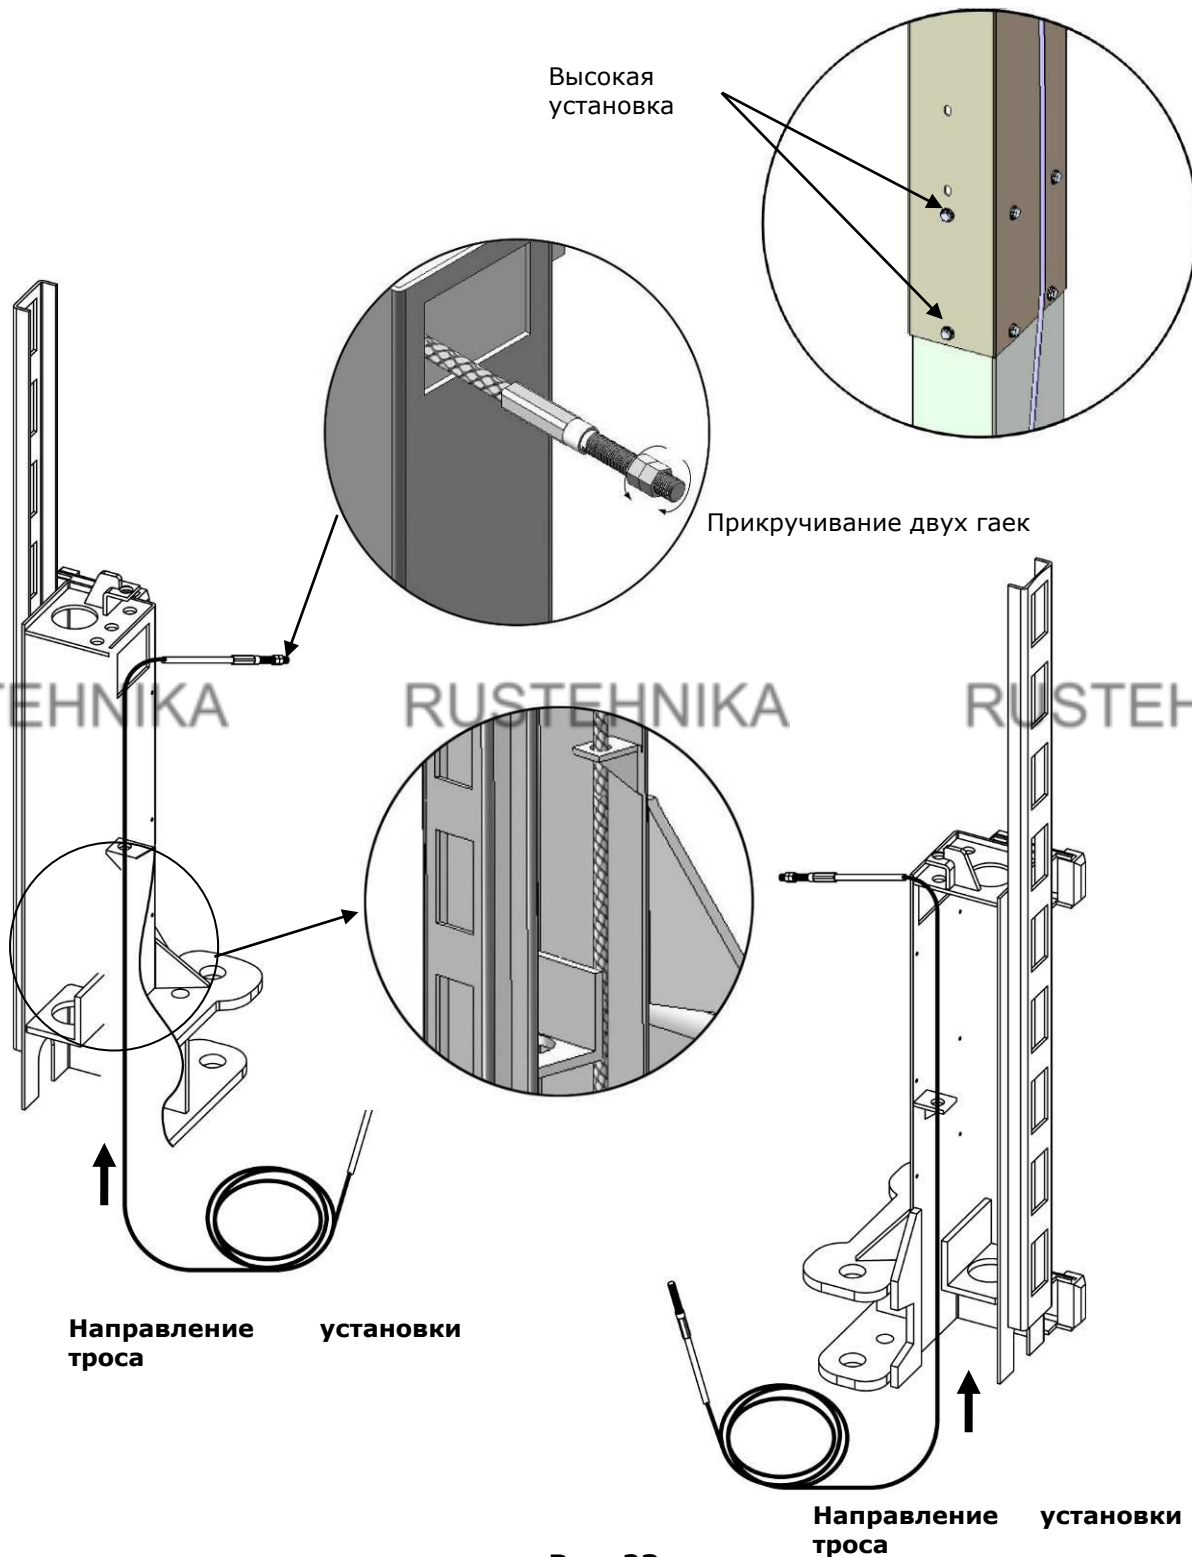

Рис. 23
2.1. Трос прокладывается от нижней части кареток и протягивается через отверстие кареток, затем прикручиваются две гайки (см. рис. 23).